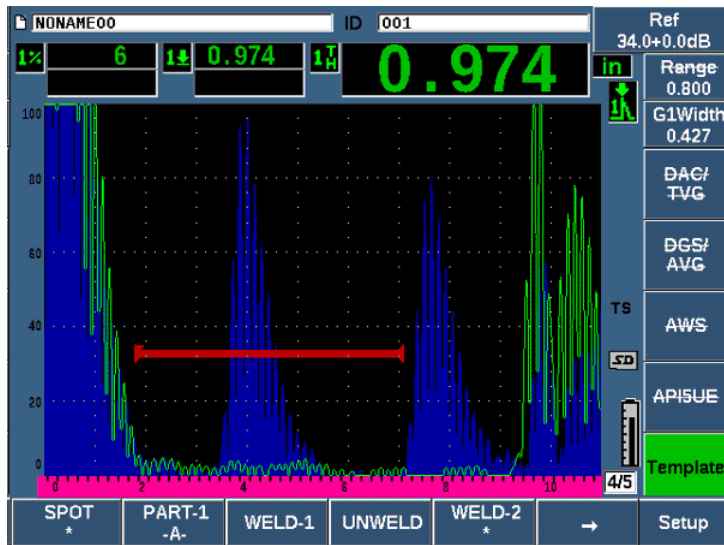

Figura 11-50 Visualizzazione del modello registrato nella schermata in tempo reale
- ◆ Premere uno dei tasti dei parametri (P1–P5) che vengono visualizzati con il simbolo \* al di sotto del nome del modello (vedere Figura 11-50 a pagina 333).